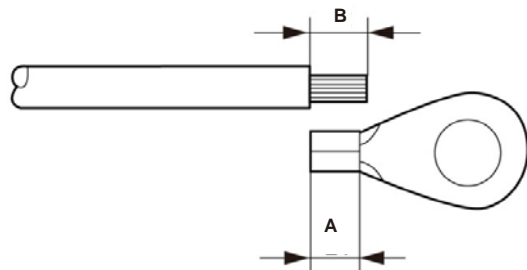

Figura 3.15 Longitud adecuada
3) Pele el aislamiento del cable de tierra a una longitud adecuada (consulte la figura 3.15).